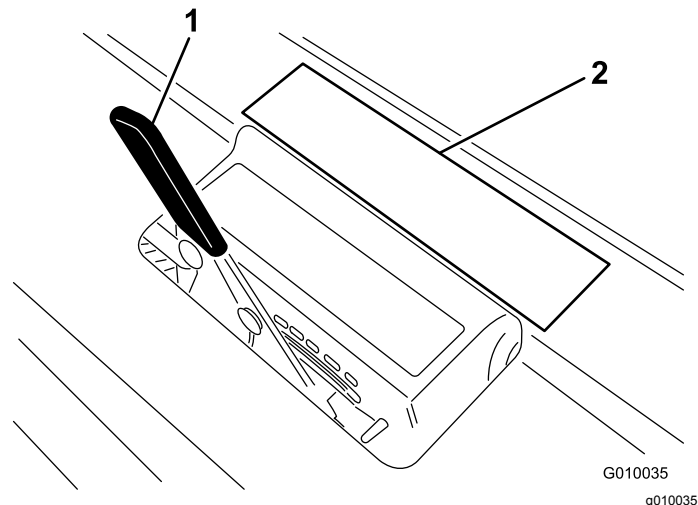

Bild 18
3. Legen Sie die Tines auf den Aufkleber für die Tines-Tiefe (Bild 18). Richten Sie ein Ende mit der gewünschten Aerifiziertiefe aus (siehe das Tines-Overlay auf dem Aufkleber).